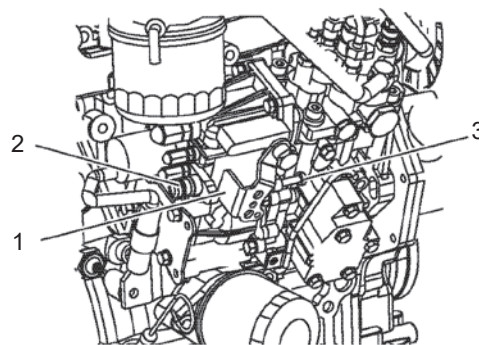

Рис.48
1. Убедитесь, что рычаг регулятора (1, Рис. 48) плотно прилегает к ограничителю высоких холостых оборотов (2, Рис. 48) и винту ограничения низких оборотов холостого хода (3, Рис. 48), когда регулятор частоты вращения двигателя находится на полной скорости.